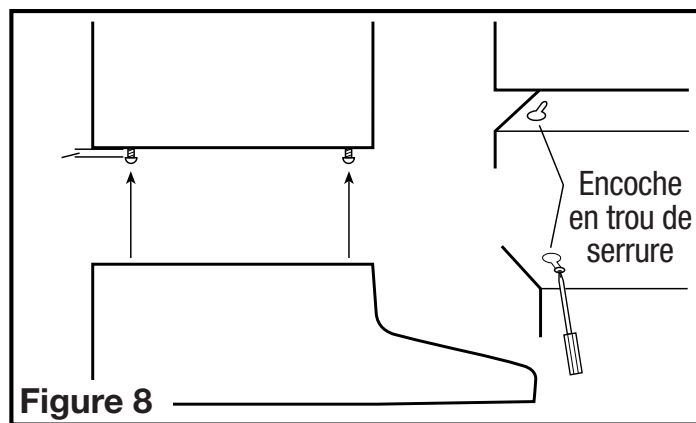

Figure 8
1. Vissez les 4 vis de montage aux endroits préalablement marqués. Laissez un jeu d'environ 0,32 cm. Faites glisser les vis dans les encoches en trou de serrure de la hotte, en prenant soin d'aligner la partie avant de la hotte avec le rebord des armoires. Ensuite, serrez fermement toutes les vis (Figure 8).